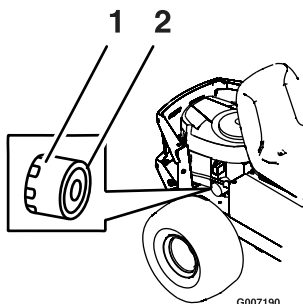

Figura 28
8. Retire el filtro usado y limpie con un paño la superficie de montaje (Figura 28).